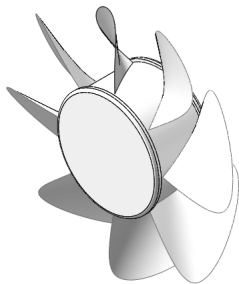

图 6-155 电风扇模型
- (1) 电风扇模型如图 6-155 所示，要求使用投影曲线、通过参考点的曲线、拉伸曲面、放样曲面、移动/复制曲面、拉伸和圆角等命令建立模型。